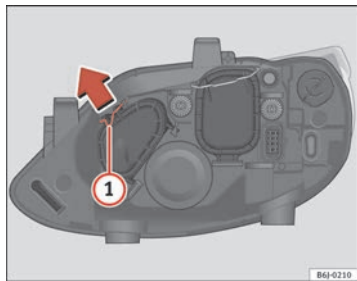

Abb. 136 Fernlicht
- Die Strebe ① in Pfeilrichtung verschieben und den Deckel abnehmen ⇒ Abb. 136.